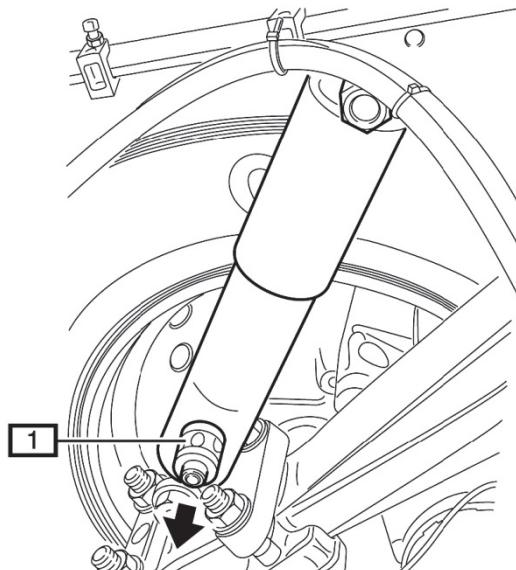

Fig. 2: 1 Anschlusssockel / Connection base / Socle de raccordement / Zócalo de conexión
- **Fig. 2** Schutzrohrseite des PDC Stoßdämpfer am Anhängerrahmen anschrauben.
- Proportionalventil (1) mit pneumatischem Anschluss zur Anhängerinnenseite (▼ Pfeil) ausrichten.
- **Fig. 2** Screw the side of the PDC shock absorber's protective tube onto the trailer frame.
- Point the proportional valve (1) with the air pipe connection toward the inside of the trailer (▼ arrow).
- **Fig. 2** Visser le côté du tube de protection de l'amortisseur PDC sur le cadre de la remorque.
- Orienter la soupape proportionnelle (1) avec le raccordement pneumatique vers le côté intérieur de la remorque (▼ flèche).
- **Fig. 2** Atornillar el lado del tubo de protección del amortiguador PDC al bastidor del remolque.
- Orientar la válvula proporcional (1) con conector neumático hacia el interior del remolque (▼ flecha).